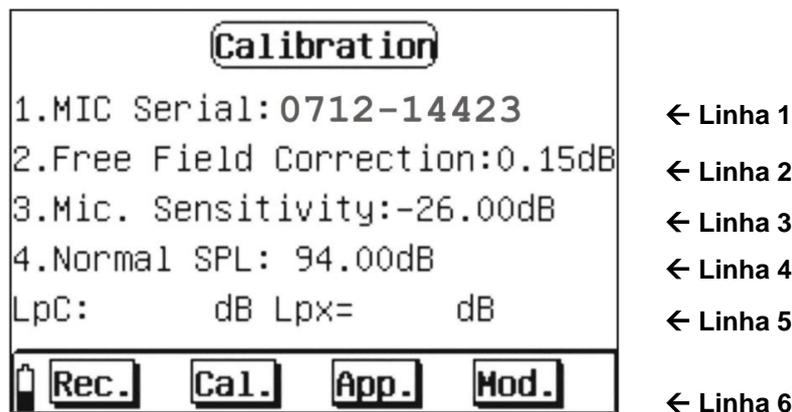

Fig. 35: Ecrã inicial da secção de calibração
2. Seleccionar, com os botões “◀” ou “▶”, o ícone “**Calibrate**” e confirmar com o botão “←” para entrar na modalidades de calibração (ver Fig. 35)
6. Seleccionar a opção “Cal.” no instrumento (ver Fig. 35) e premir o botão “” para activar a calibração que tem uma duração de 10s.